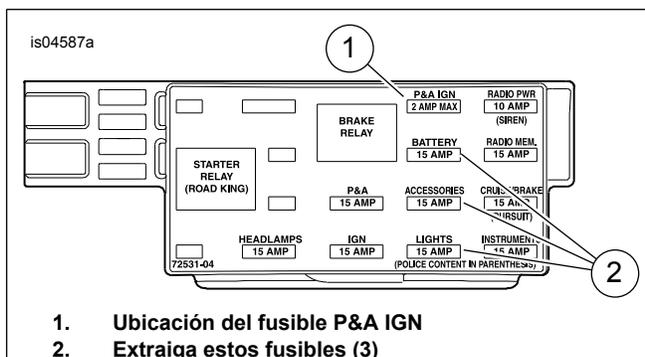

Figura 10. Cavidad del fusible P&A IGN (modelos Touring de 2004 a 2007)
3. **Modelos de 2004 a 2007:** Vea Figura 10. Localice la cavidad del fusible marcada como «P&A IGN», «2 A MAX» (1). Hay un terminal solamente en un lado de esta cavidad. Quite los tres fusibles (2) instalados actualmente en esta fila, tomando nota de su ubicación.
2. Obtenga del kit el cable adaptador del bloque de fusibles naranja/blanco (11). Observe el terminal en cada extremo (vea Figura 10, **vista superior**). Solamente el terminal **CON las lengüetas de resorte** encajará dentro de la cavidad del fusible. Cuidadosamente corte el terminal **SIN** lengüetas de resorte del cable y deséchelo.